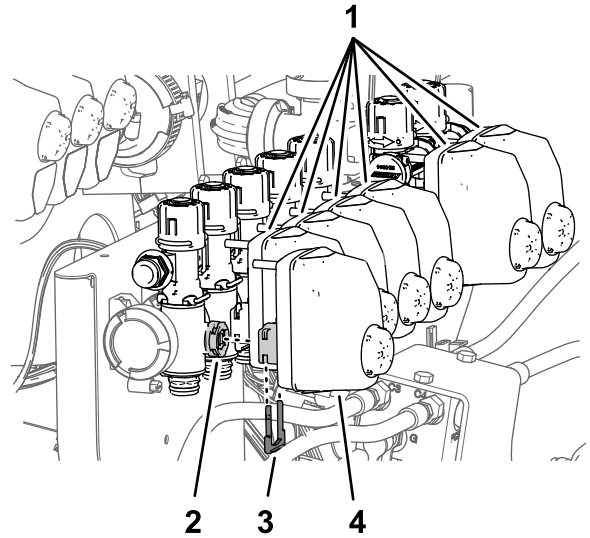

图 98
1. 取出将阀门致动器固定到喷嘴阀 1 至 7 的卡环图 98。
2. 从喷嘴阀 1 至 7 卸下阀门致动器图 98。
10. 使用在步骤 1 中卸下的卡环将阀门致动器组装到喷嘴阀 1 至 7 图 98。